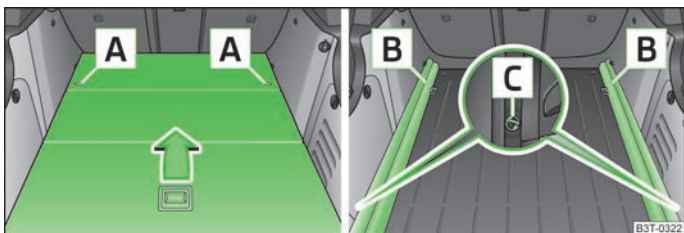

Abb. 72 Gepäckraum: Variablen Ladeboden ausbauen / Tragschienen ausbauen
- Den variablen Ladeboden durch Drehen der Sicherungsösen **A** » Abb. 72 nach links um ca. 90° entriegeln.